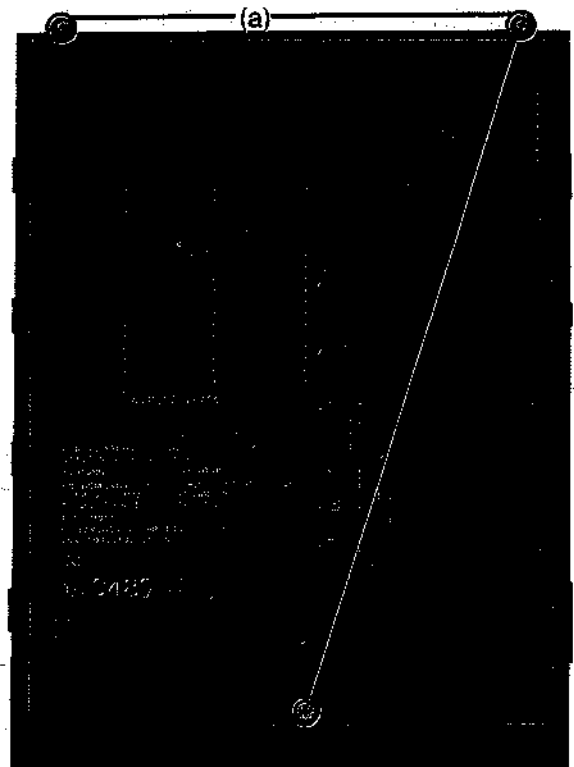

Abb. 2
1. Boden abnehmen [Abb. 2]:
- Steckverbindungen zur Netzteilplatte (50) können bei Bedarf gelöst werden.